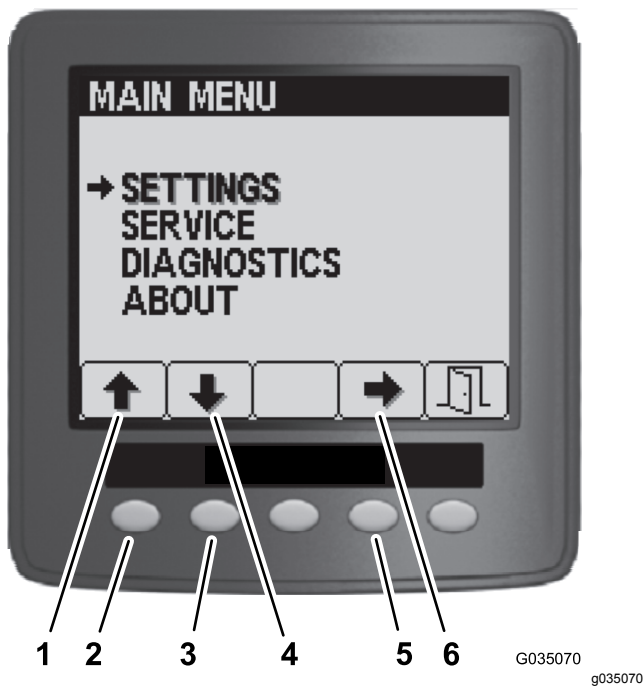

Figura 150
3. En el Menú principal, pulse el botón 1 o el botón 2 hasta que aparezca resaltada la opción Settings (Ajustes) y pulse el botón 4 para desplazarse por los menús de los ajustes (Figura 150).